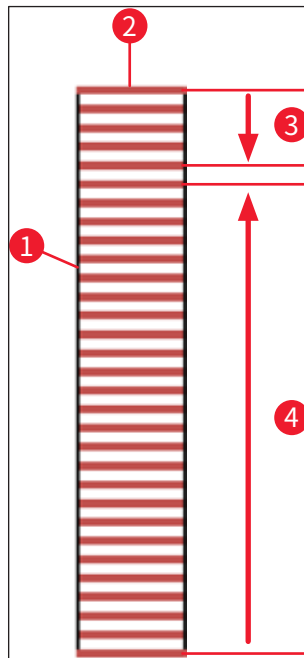

图 74
为了避免载玻片在处理过程中变干, 前 5 个载玻片始终先进行盖片。然后玻片架向上移动, 继续为其中的最后一个载玻片盖片 (→ 图 74)。
- 已插入载玻片(→图 74-2)的玻片架(→图 74-1)示意图(→图 74)显示了处理顺序。